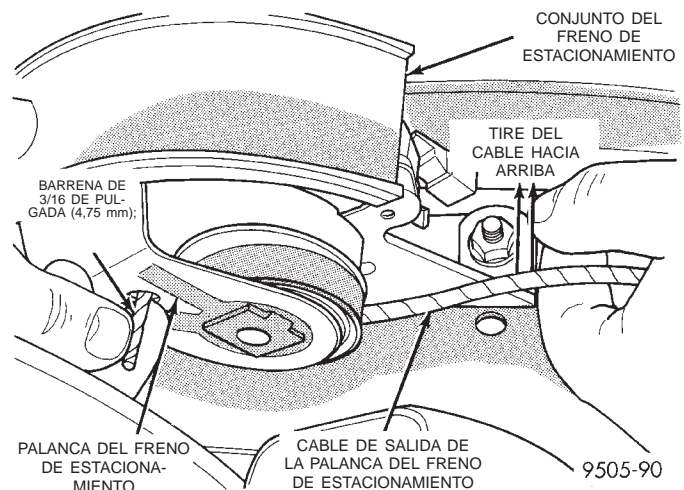

Fig. 130 Instalación del cerrador en el mecanismo del freno de estacionamiento
(5) Baje el mango de la palanca del freno de estacionamiento.
(6) Tome con fuerza el cable de salida de la palanca del freno de estacionamiento con la mano y tire hacia atrás (Fig. 130). Continúe tirando del cable hasta que pueda insertarse una barrena de 3/16 pulgada (4,75 mm) (3/16 pulg.) en el mango y el sector dentado del mecanismo del freno de estacionamiento (Fig. 130). Esto trabará el mecanismo del freno de estacionamiento y le quitará tensión a los cables de dicho freno.